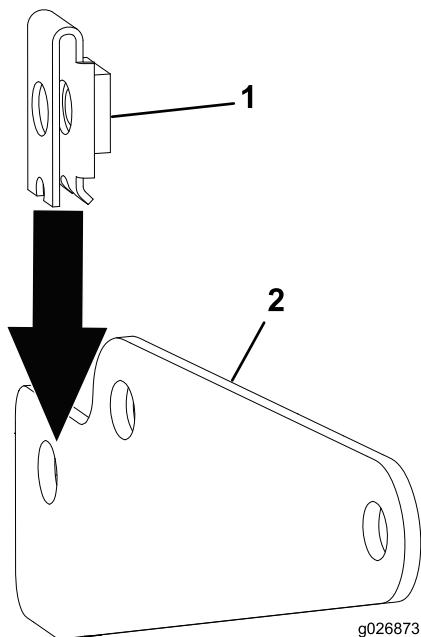

Figura 7
1. Montate il dado di fissaggio sulla staffa orientabile (Figura 7).